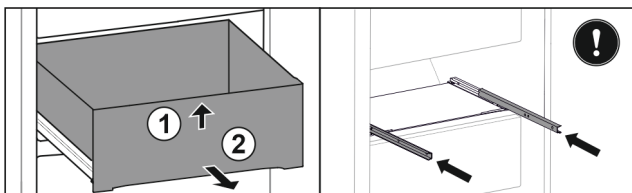

Fig. 98
- ▶ Підняти висувний ящик спереду. Fig. 98 (1)
- ▶ Вийняти висувний ящик рухом вперед. Fig. 98 (2)